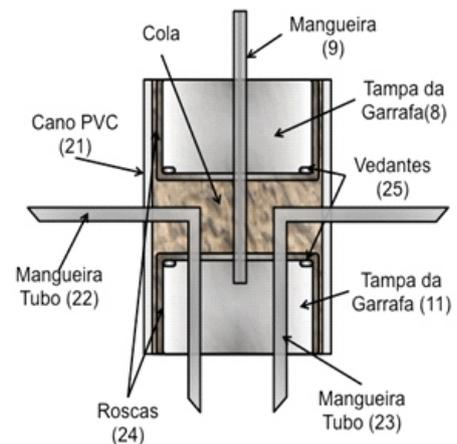

Figura 3. Acoplador (10).
d) faça um furo na tampa da garrafa de vidro pintada de preto, a bomba solar (8). Este furo deve coincidir com um daqueles feitos na tampa da garrafa (11), no item b. Para garantir este alinhamento, passe um tubo por estes furos conectando-os (Figura 3);
g) verifique as passagens nos tubos que formam os dutos (7) e (12) soprando por uma das extremidades. Caso positivo, está pronto o acoplador (10).
Sua montagem deve ser similar ao esboço na Figura 3